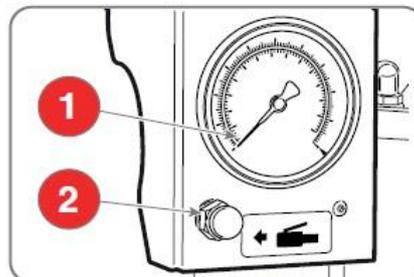

図6.50
- 5、短い間隔でペダルを踏んでタイヤに空気を入れます。圧力計 (図 6.50 - 1) の圧力を頻繁にチェックして、圧力がタイヤメーカーが指定する最大圧力を決して超えないことを確認します。タイヤが広がり、ビードが配置されます。
- 9、収縮ボタン (図 6.50 - 2) を押して、圧力を動作値にします。